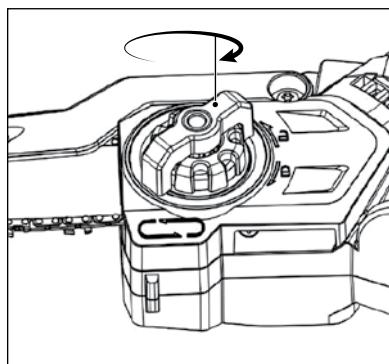

Рис. 5
- Поверните фиксатор шины по часовой стрелке (рис. 5).